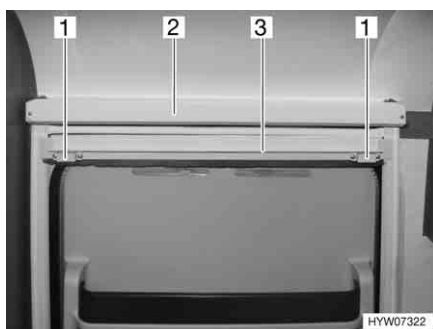

Fig. 14 Zanzariera a rullo, porta di ingresso
La zanzariera a rullo della porta di ingresso si trova nella cassetta superiore (Fig. 14,2).
- Chiusura:** ■ Tirare la zanzariera a rullo (Fig. 14,3) verso il basso agendo sul listello, finché le calamite (Fig. 14,1) non aderiscono alla guida di metallo sul pavimento.
- Apertura:** ■ Tirare leggermente il listello (Fig. 14,3) verso l'alto finché le calamite non si staccano e ricondurre lentamente la zanzariera a rullo nella cassetta.